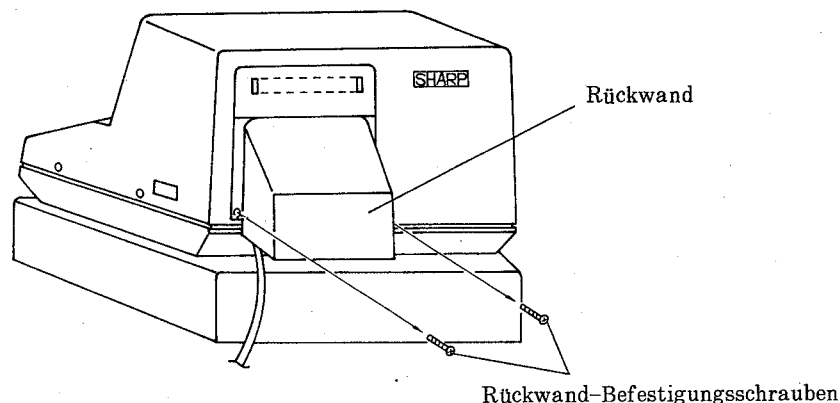

Abb. 2
(1) Die ER-6750 vom Netz trennen.
(2) Entfernen der Rückwand
- a) Die Schrauben (2 Stück) von der Rückwand losdrehen (siehe Abb. 2).